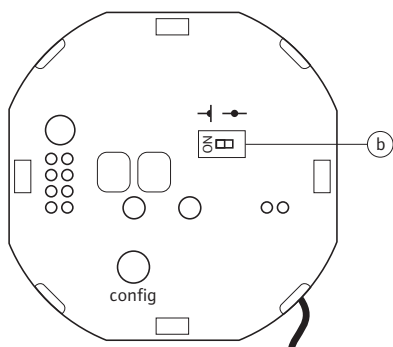

Fig.20-1b: Terminierungsschalter Geniax Ambient Sensor i
- Ambient Sensor i terminieren gem. Fig. 20-1b,
Der Geniax Ambient Sensor i verfügt einen Bus-Abschlusswiderstand von 120 Ω . Dieser kann über den Terminierungsschalter (b) (Fig. 20-1b) aktiviert werden.